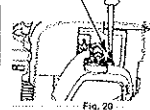

Fig. 20
La vitesse de ralenti du moteur est réglable à l'aide d'une vis de réglage accessible par un trou situé sur le dessus du couvercle du moteur (Fig. 20).
2. Relâchez le manche des gaz et laissez le moteur tourner au ralenti. Si le moteur s'arrête, insérez un tournevis cruciforme entre la couverture du filtre à air et celle du moteur (Fig. 20). Tournez la vis du ralenti dans le sens des aiguilles d'une montre, 1/8 de tour à la fois (selon le besoin) jusqu'à ce que le moteur tourne au ralenti sans à-coups.